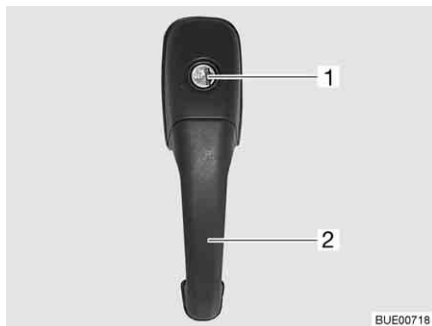

Bild 25 Dörrlås ingångsdörr, utsida
- Stick in nyckeln i låscylindern (Bild 25,1) och vrid den ända tills dörrlåset har låsts upp.
- Drag i dörrhandtaget (Bild 25,2). Dörren är öppen.
- Stick in nyckeln i låscylindern (Bild 25,1) och vrid den ända tills dörrlåset har låsts.